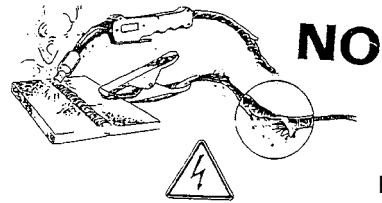

Fig.9
- Não use cabos de alimentação elétrica ou de solda danificados. (Fig. 9)